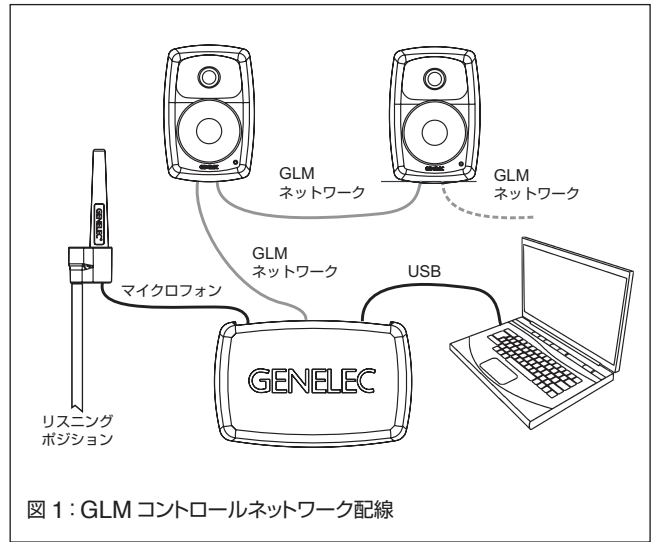

図 1: GLM コントロールネットワーク配線
- 各モニター (およびサブウーファー) を CAT5 (RJ45) ケーブルで接続し、最後に GLM Adapter デバイスのコントロールネットワーク入力に接続します (図 1)。